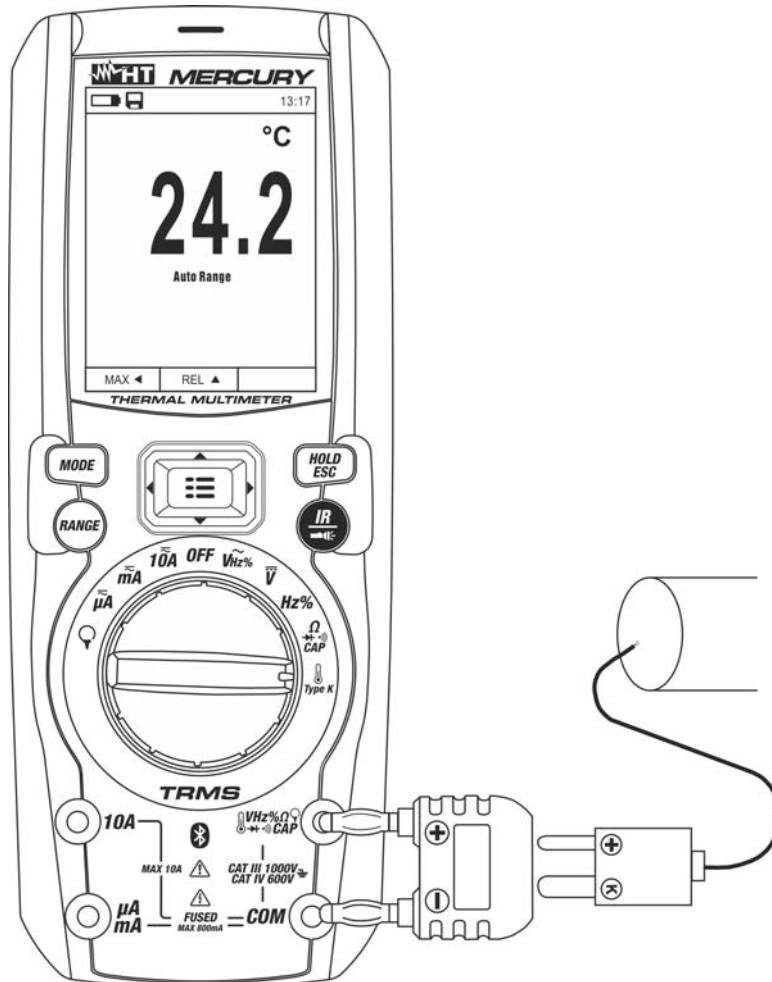

Fig. 27: Utilisation de l'instrument pour la mesure de la Température
3. Insérer l'adaptateur fourni dans les bornes d'entrée (polarité +) et **COM** (polarité -) (voir Fig. 27)